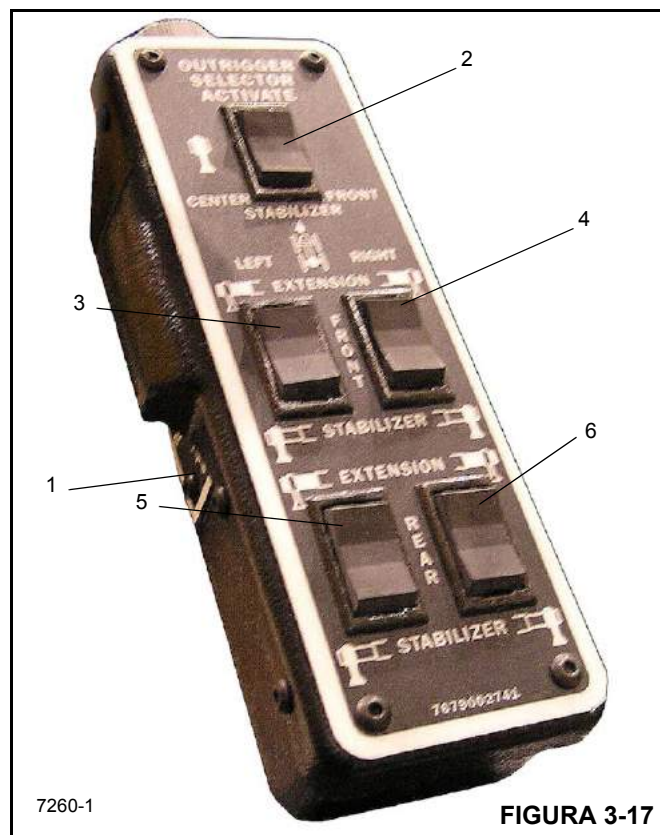

FIGURA 3-17
A chave temporária de extensão/retração dos estabilizadores (1) (Figura 3-17) está localizada na lateral do controlador. Deve ser usada em conjunto com as chaves seletoras de estabilizadores para controlar a operação do estabilizador e dos cilindros de extensão.